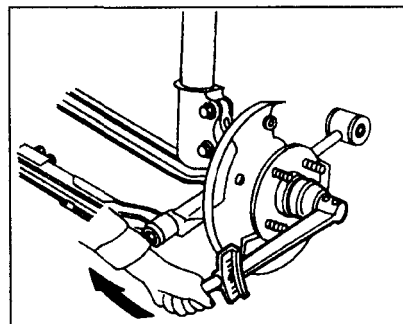

Рис. 7-36.
- ◆ Затяните стопорную гайку колесного подшипника (рис. 7-36).